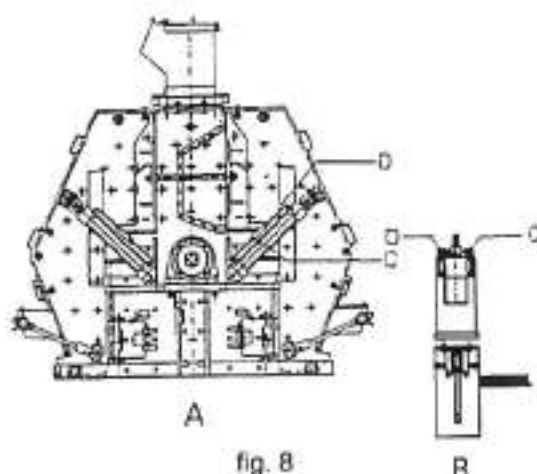

fig. 8
- collegare i cilindri di apertura (fig. 8/A) alla pompa idraulica (fig. 8/B) tramite i tubi flessibili nelle rispettive posizioni C - D. Azionare quindi il dispositivo.